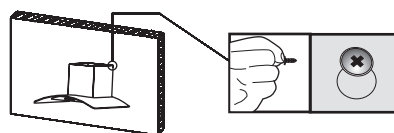

Рис. 3
3. Установите вытяжку так, чтобы все 4 монтажные отверстия совпали с 4-мя установленными в стене болтами. Прикрепите вытяжку задней поверхностью к стене, вкрутив сначала 2 верхних болта, потом 2 нижних. (Рис. 3)